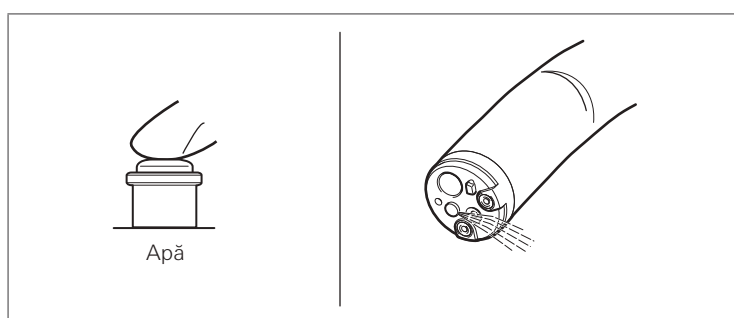

Figura 5.15
5. Scoateți endoscopul din apă și apăsați valva de trecere a aerului/apei. Verificați dacă o anumită cantitate de apă curge prin capătul distal al endoscopului (Figura 5.15).